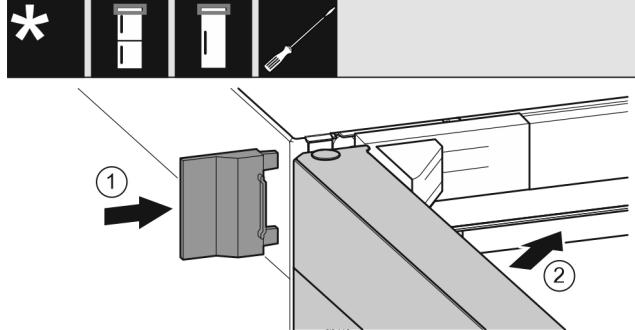

Fig. 24
- ▶ 插入外盖。Fig. 24 (1)
- ▶ 关闭冰箱上方门。Fig. 24 (2)